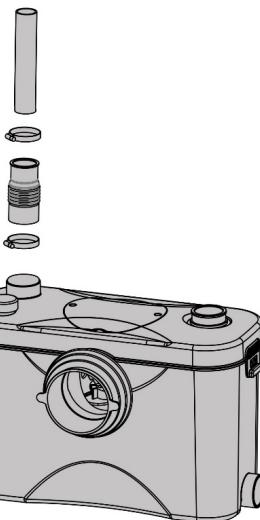

**Рисунок 6 – подключение сантехнических приборов и напорного трубопровода к КНС**
Диаметр канализационных труб, использующихся для отвода стоков от сантехнических приборов, должен быть не менее диаметра боковых входов (40 мм). Горизонтальные участки труб в сторону насосной станции должны иметь уклон не менее 2 %. При присоединении к станции душевой кабины, расстояние от сливного отверстия поддона кабины до поверхности, на которой установлена станция, должно быть не менее 14 см (см. рисунок 6).
Рекомендуется выполнять соединения на трубопроводе неразъемными, что повысить надежность системы. Важно также предусмотреть шаровой запорный кран на напорном трубопроводе, чтобы упростить процесс обслуживания и демонтажа КНС (см. рисунок 6).
- горизонтальные участки должны иметь уклон не менее 2 %, т.е. на каждый метр по горизонтали трубы поднимаются на 2 см по вертикали (см. рисунок 6);